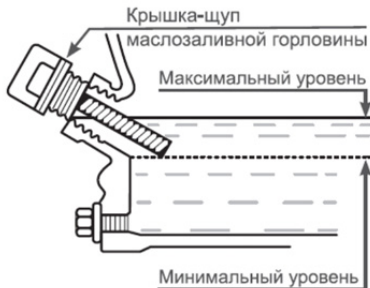

Рис. 11 Проверка уровня масла в картере
4. Установите крышку-щуп в отверстие горловины, не закручивая (Рис. 11).
Максимальный уровень масла в картере соответствует нижней кромке заливного отверстия (Рис. 11).
При недостаточном уровне масла в картере необходимо долить чистое масло до верхней отметки на щупе, что соответствует нижней кромке заливного отверстия (Рис. 11).
- Протрите щуп насухо и вставьте в отверстие горловины, не закручивая (Рис. 11).
- Аккуратно извлеките щуп и осмотрите его. Уровень масла должен соответствовать верхней отметке на щупе. При недостаточном уровне масла в картере необходимо долить чистое масло до верхней отметки на щупе, что соответствует нижней кромке заливного отверстия (Рис. 11).